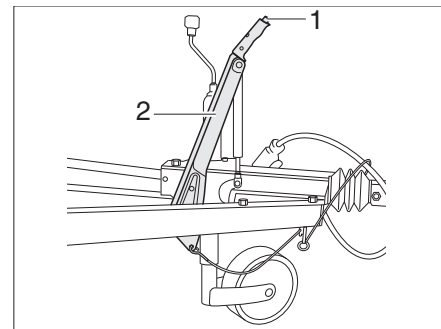

Fig. 14 Variante Frein à main
- Pour desserrer, appuyer sur le bouton de sûreté (Fig. 14,1) et abaisser le levier de frein (Fig. 14,2).